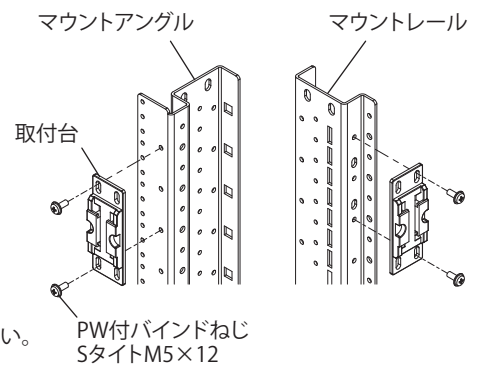

図 1
1. 取付台を付属のPW付バインドねじSタイプM5×12にて、マウントアングル・マウントレールのねじ穴に締め付けてください。(図1, 2)